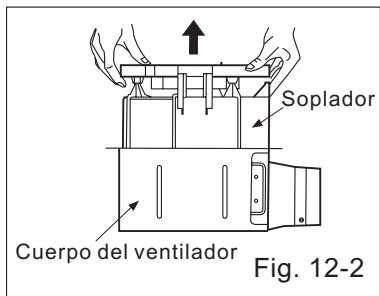

Fig. 12-2
2. Quite la sección del soplador (Fig. 12-2)